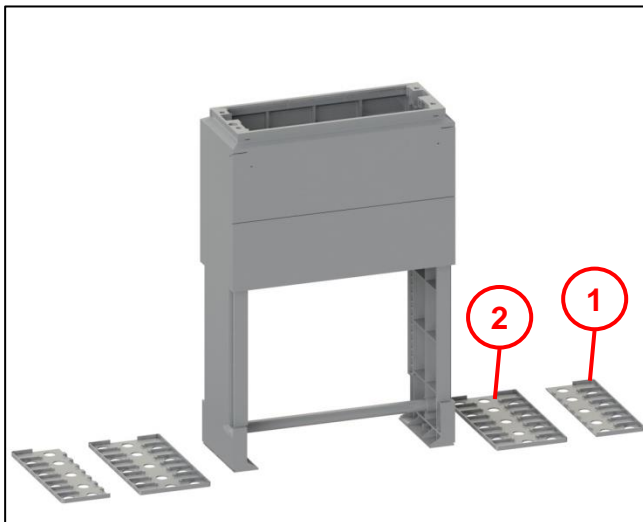

Abb. 11
- Bei Typ L sind die Fußplatten optional (siehe Abb. 11).